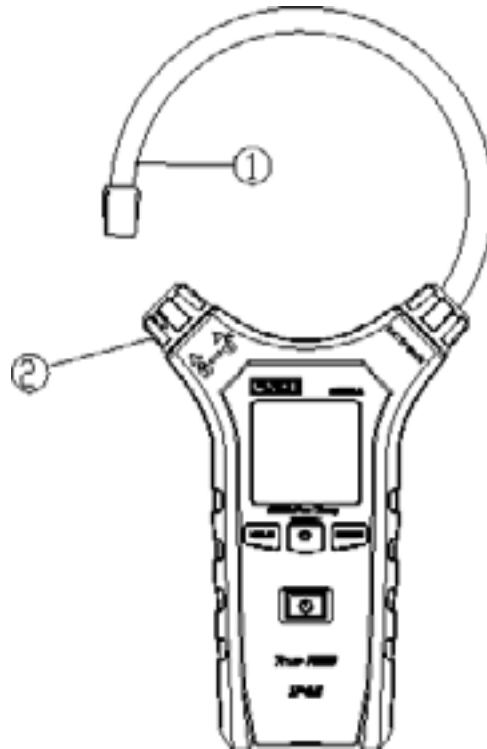

Abbildung 3
2. Drehen Sie die Klemmverriegelungsvorrichtung gegen den Uhrzeigersinn, dann kann die flexible Klammer gelöst werden (Abbildung 3).